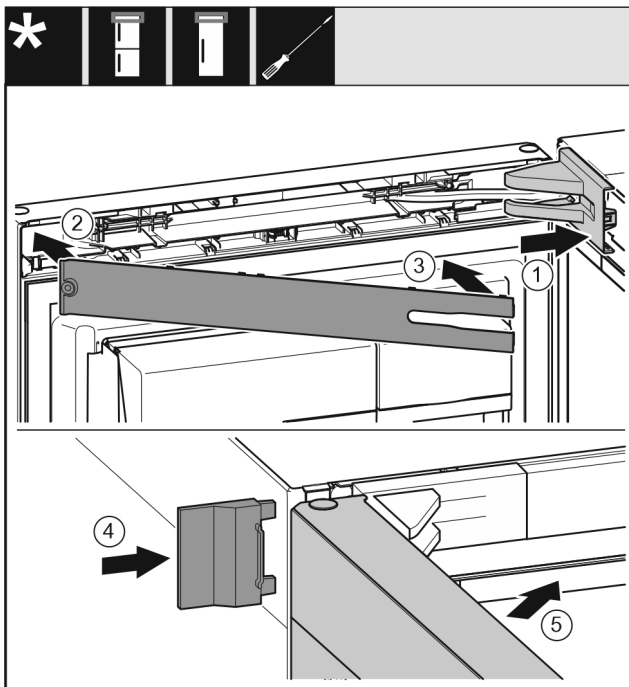

Fig. 22
- ▶ Nasadíte kryt ložiskovej konzoly a zaistíte, príp. opatrne roztlačíte. Fig. 22 (1)
- ▶ Nasadíte kryt. Fig. 22 (2)
- ▶ Kryt priklopte a zaistíte. Fig. 22 (3)
- ▶ Nasuňte vonkajší kryt. Fig. 22 (4)
- ▶ Zatvorte horné dvere. Fig. 22 (5)